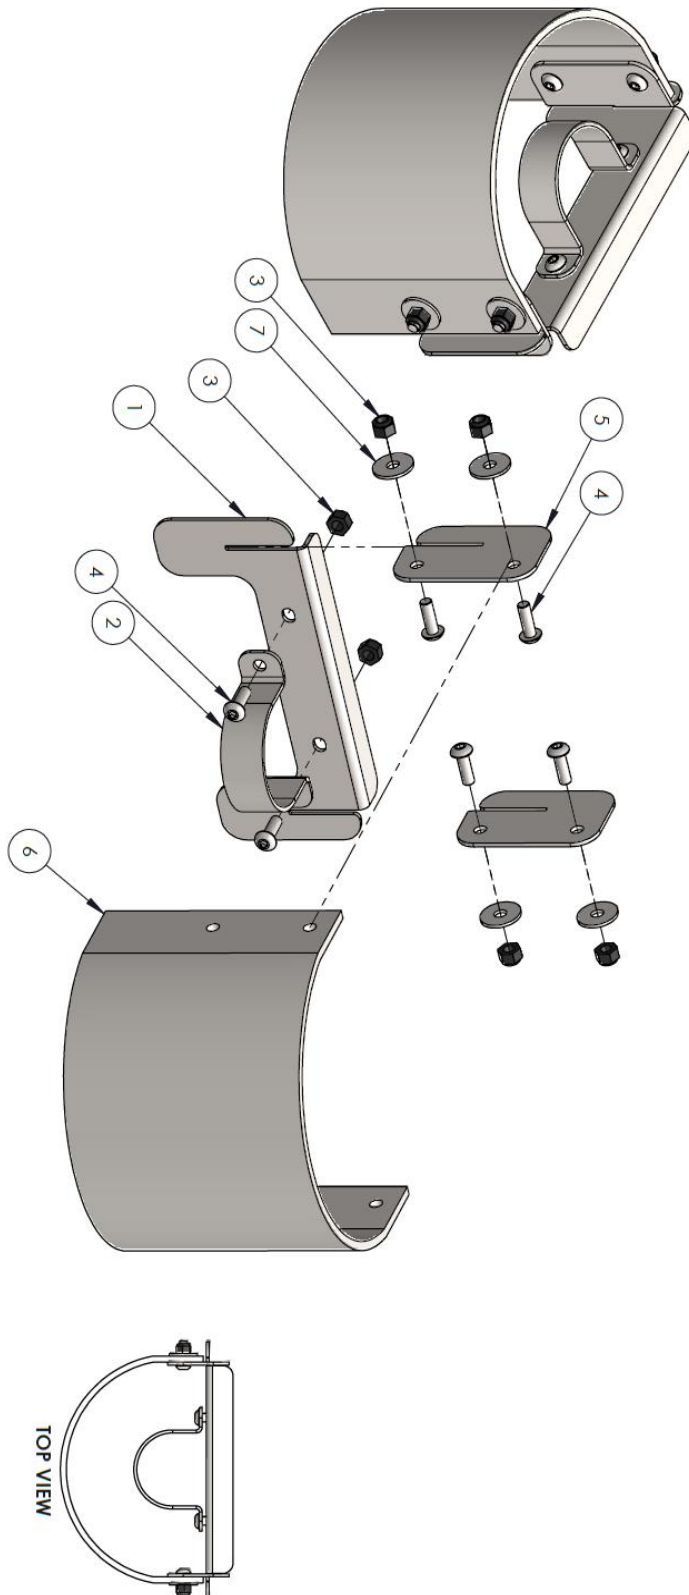

Fig. 24 Onderdelen en montage van het antiverblindingscherm
1. De onderdelen en de montage voor het antiverblindingscherm zijn weergegeven in Fig. 24 op pagina 34.